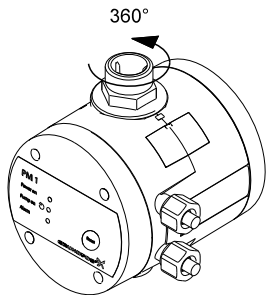

Fig. 1 Ligação de saída rotativa
A ligação de saída da unidade pode rodar 360 °. Consulte a fig. 1.
2. Efectue a ligação eléctrica como apresentado na fig. 1 ou 2, página 151, dependendo do tipo de motor.